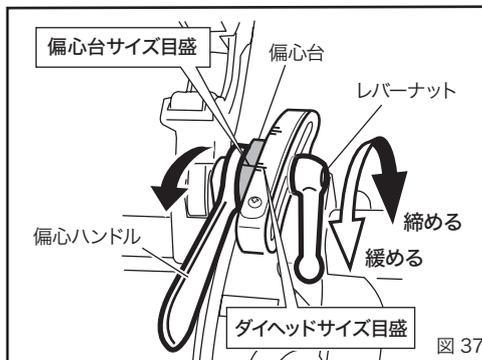
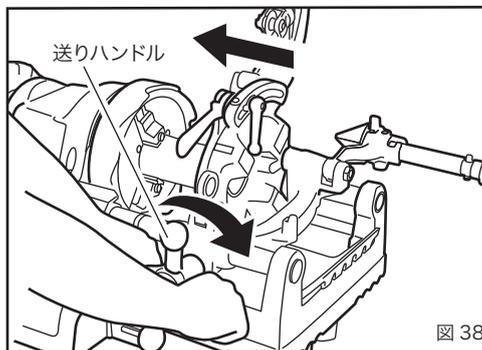

図 37
図 38
- ①ねじ切りのサイズ寸法を合わせるには偏心台の目盛を、ダイヘッドのサイズ目盛のねじ切り寸法に合わせて、レバーナットを締めて固定してください。(図 37)
- ②スイッチを入れますとオイルはダイヘッドから自動的に注油されます。
- ③送りハンドルを右回り方向に動かしパイプにチェーザを押しつけ食いつかせてください。ねじ山が 3 ~ 4 山切れればあとは自動的にねじが切れます。このマシンに使用されているシリースモーターは、回転数が周波数に左右されず、負荷によって自動的に変化します。(図 38)